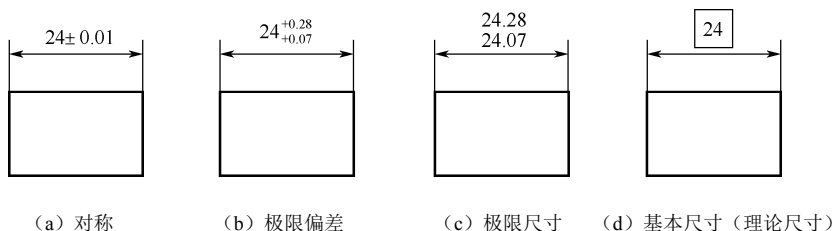

图 4-71 尺寸公差形式
① “公差格式”设置。方式用于设置标注公差的形式，有“对称”“极限偏差”“极限尺寸”“基本尺寸”4 种形式，其效果如图 4-71 所示。